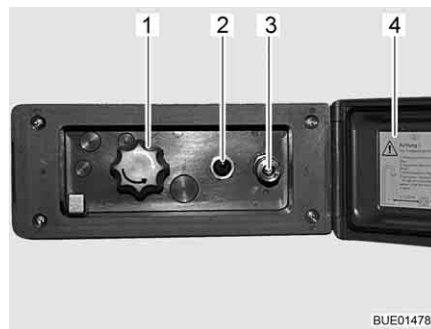

Fig. 110 Raccordo doccia esterno
- Sganciare ed aprire il coperchio (Fig. 110,4).
- Collegare il tubo flessibile della doccia esterna alla chiusura rapida (Fig. 110,3).
- Accendere la pompa dell'acqua con l'interruttore (Fig. 110,2).
- Regolare la temperatura dell'acqua ai gradi desiderati mediante la manopola (Fig. 110,1).
- Spegnere la pompa dell'acqua con l'interruttore (Fig. 110,2).
- Chiudere il coperchio (Fig. 110,4) e bloccarlo con la chiave.
- Ruotare la manopola (Fig. 110,1) sulla posizione centrale.